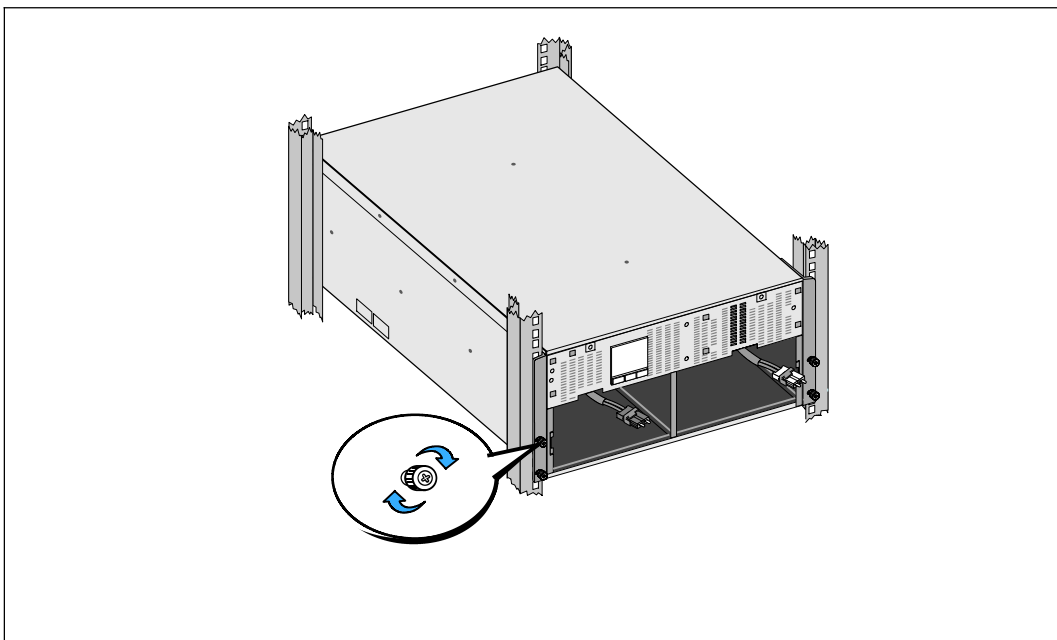

Figure 12. Fixation du module
- 7 Fixez l'avant du module à la baie en utilisant les quatre vis à oreilles sur les supports de montage (voir Figure 12). Serrez manuellement les vis à oreilles dans le sens des aiguilles d'une montre. N'utilisez pas d'outils mécaniques.